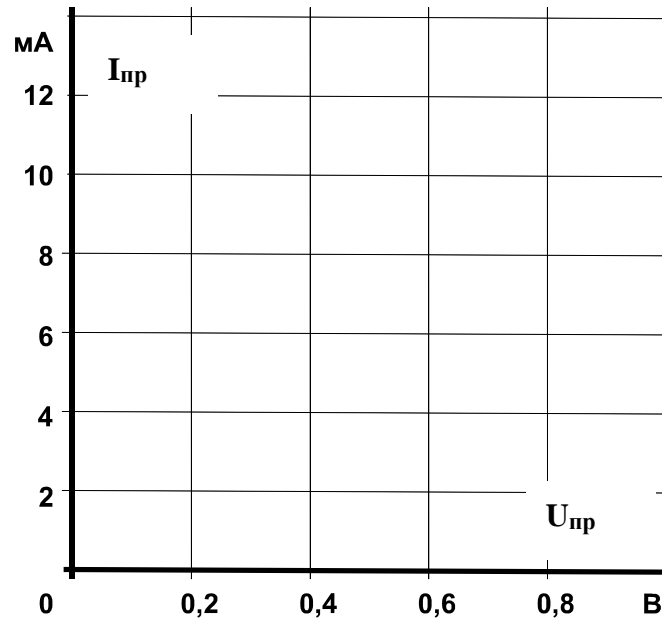

Рис. 4.1.3
- На рис. 4.1.3 постройте графики $I_{пр}(U_{пр})$ для каждого случая и убедитесь, что вольтамперные характеристики всех **p-n** переходов практически совпадают.